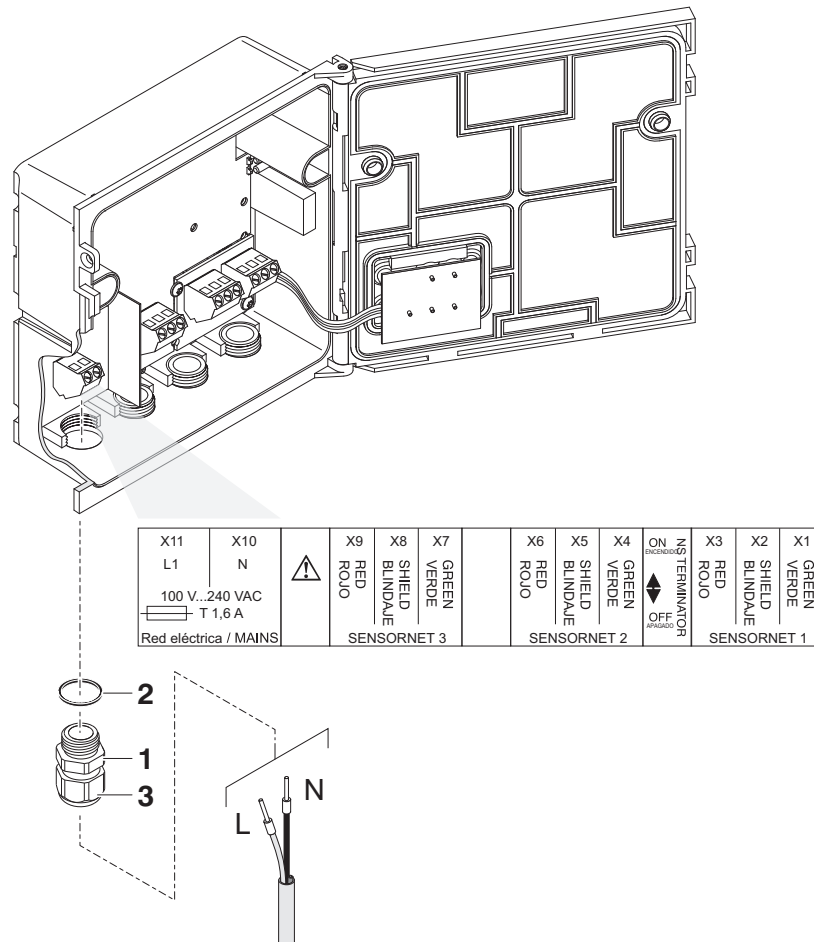

Fig. 3-2 Conexión de la línea eléctrica.
- 6 Enrosque el casquillo prensacables (pos. 1 en Fig. 3-2) con el anillo de estanqueidad (pos. 2) en la carcasa del módulo.
- 7 Afloje el anillo de acoplamiento (pos. 3).
- 10 Apriete el anillo de acoplamiento (pos. 3).